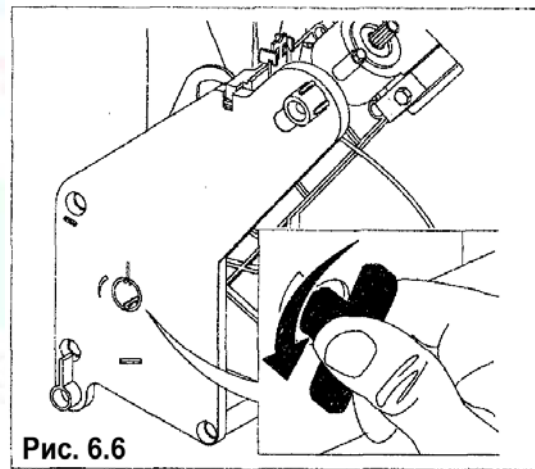

Рис. 6.6
- удалите все остатки порошка кофе; для облегчения задачи элементы можно вынуть из их корпусов (рис. 6.6)